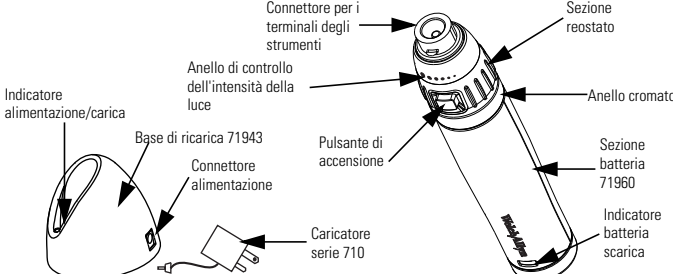

Figura 1
- Collegare il caricatore alla presa a muro o il cavo di alimentazione al connettore posto sulla base di ricarica. L'indicatore di alimentazione/ricarica si illuminerà (verde) (Figura 1).
- L'indicatore di batteria scarica si accende vari minuti prima dello spegnimento della manopola, a seconda del periodo di utilizzo della batteria (Figura 1).